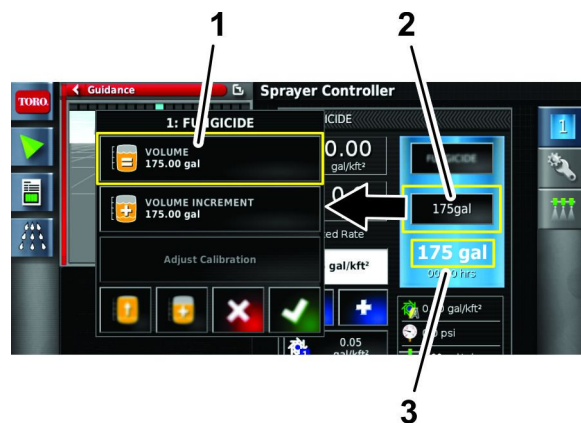

Рисунок 36
2. Нажмите на значок ОБЪЕМА (Рисунок 36).